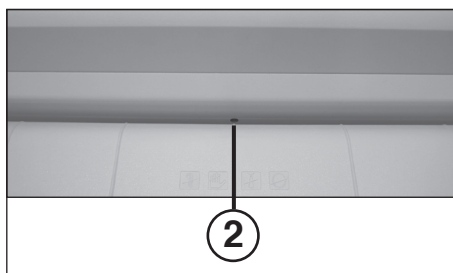

fig. 2
- 2 = Fotocelle (fremad) (fig. 2)**